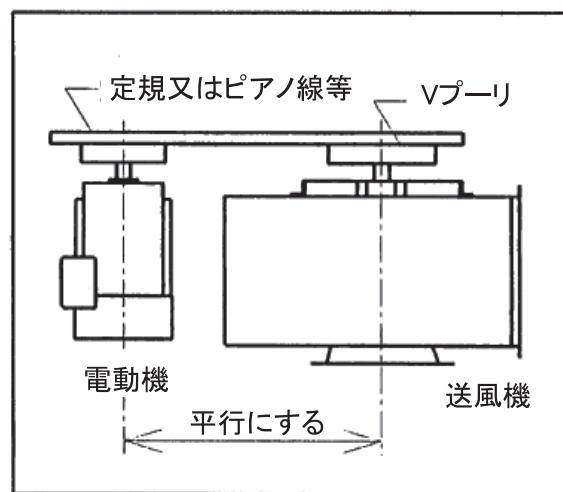

図 10 芯出し方法
- (1) 送風機側と電動機側の V プーリの外側端面に図 10 に示すように定規またはピアノ線などを当て、直線上にあるように確認、調整してください。
- (2) 一般の V ベルトの張力は V ベルトの中間を指で押して、へこみ具合が V ベルトの厚さ位なら適当です。V ベルトの張力の調整は、電動機のスライドベースによって行ってください。
- (3) 高張力の V ベルトは、一般の V ベルトに比べてやや強く張ります。緩すぎると起動時にスリップが発生し、強すぎると軸荷重を大きくし軸、軸受への負荷をかけ故障の原因になることがあります。
- (4) V ベルトは、初期のうちは伸びやすいので、運転開始の数日後(運転開始 50 時間程度)に必ず再調整してください。調整を行わない場合、早期破断、脱落の原因になります。